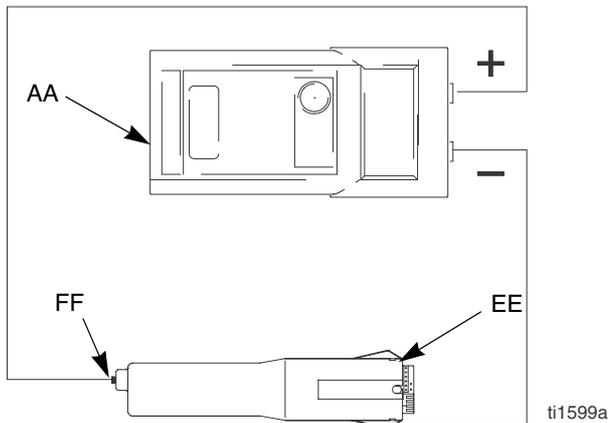

Fig. 11. Testes de resistência de fonte de alimentação
1. Remova a fonte e alimentação (18), página 31.
2. Remova o alternador da turbina (19) da fonte de alimentação, página 32.
3. Meça a resistência das tiras de aterramento da fonte de alimentação (EE) para o contacto condutor no centro da vedação da fonte de alimentação (FF). Consulte FIG. 11.